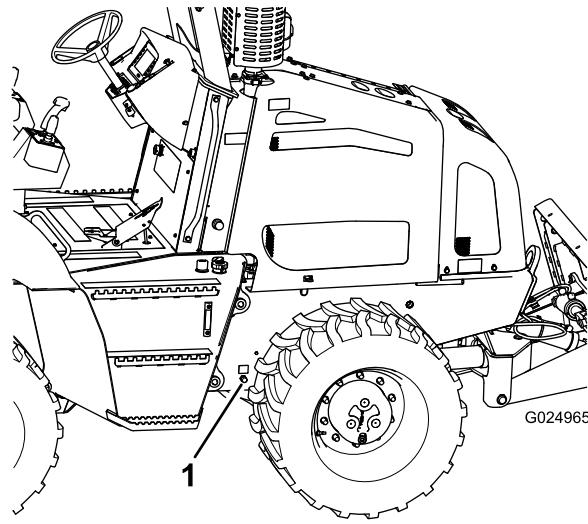

Figure 64
- Placez un bac de vidange d'au moins 20 L (21 ptes américaines) de capacité sous le raccord de vidange d'huile moteur (Figure 64).
- Enlevez le bouchon du raccord de vidange et vidangez complètement l'huile moteur (Figure 64).
7. Remettez le bouchon sur le raccord de vidange (Figure 64).
1. Enlevez le bouchon de remplissage d'huile du couvre-culasse en le dévissant et en le tirant vers le haut (Figure 64).